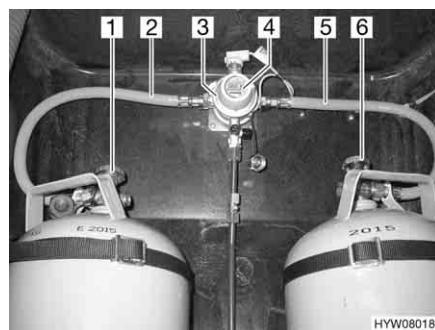
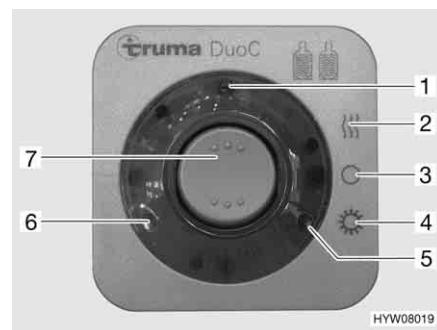

Fig. 60 Impianto di commutazione DuoControl
Fig. 61 Centralina di controllo
L'impianto di commutazione DuoControl è costituito da una valvola di commutazione (Fig. 60,3) e da una centralina di controllo (Fig. 61). La valvola di commutazione è installata tra i tubi del gas (Fig. 60,2 e 5). Con la manopola (Fig. 60,4) sulla valvola di commutazione è possibile stabilire, quale delle bombole del gas viene utilizzata come bombola in uso e quale bombola del gas viene utilizzata come bombola di riserva.
Sulla centralina di controllo (Fig. 61) possono venire azionate solo le funzioni elettriche. Le valvole principali di arresto delle bombole del gas (Fig. 60,1 e 6) devono essere aperti manualmente.
La valvola di commutazione garantisce una pressione del gas costante, indipendentemente da quale bombola provenga l'alimentazione del gas. Le due spie di controllo sulla centralina di controllo indicano il livello di riempimento della bombola in uso. Se è accesa la spia di controllo verde (Fig. 61,6), la bombola in uso è piena. Se è accesa la spia di controllo rossa (Fig. 61,5), la bombola in uso è vuota. Il rifornimento di gas avviene poi tramite la bombola di riserva.
- Aprire le valvole principali di arresto delle bombole del gas (Fig. 60,1 e 6).
- Con la manopola (Fig. 60,4) sulla valvola di commutazione (Fig. 60,3) selezionare la bombola del gas, da cui proviene la principale alimentazione del gas (bombola in uso). Girare la manopola fino all'arresto.
- Sulla centralina di controllo (Fig. 61) attivare l'impianto di commutazione DuoControl. Posizionare l'interruttore a bilico (Fig. 61,7) su funzionamento invernale "On e riscaldamento" (Fig. 61,2) oppure su funzionamento estivo "On" (Fig. 61,4). La valvola di commutazione è ora disareata. La spia di controllo gialla (Fig. 61,1) è accesa, se si seleziona la modalità di funzionamento invernale e l'impianto antighiaccio con regolatore è attivato.
- Portare l'interruttore a bilico (Fig. 61,7) in posizione "O" (Fig. 61,3). La spia gialla di controllo (Fig. 61,1) si spegne.
- Chiudere le valvole principali di arresto delle bombole del gas (Fig. 60,1 e 6).
Le spie di controllo sulla centralina di controllo (Fig. 61,5 e 6) segnalano all'interno del veicolo, se la bombola in uso è pronta al funzionamento.
Se la spia di controllo verde (Fig. 61,6) si spegne durante il funzionamento e la spia di controllo rossa (Fig. 61,5) si accende, significa che la bombola del gas selezionata come bombola in uso è vuota e deve essere sostituita. La bombola di riserva continua ad alimentare le utenze a gas.